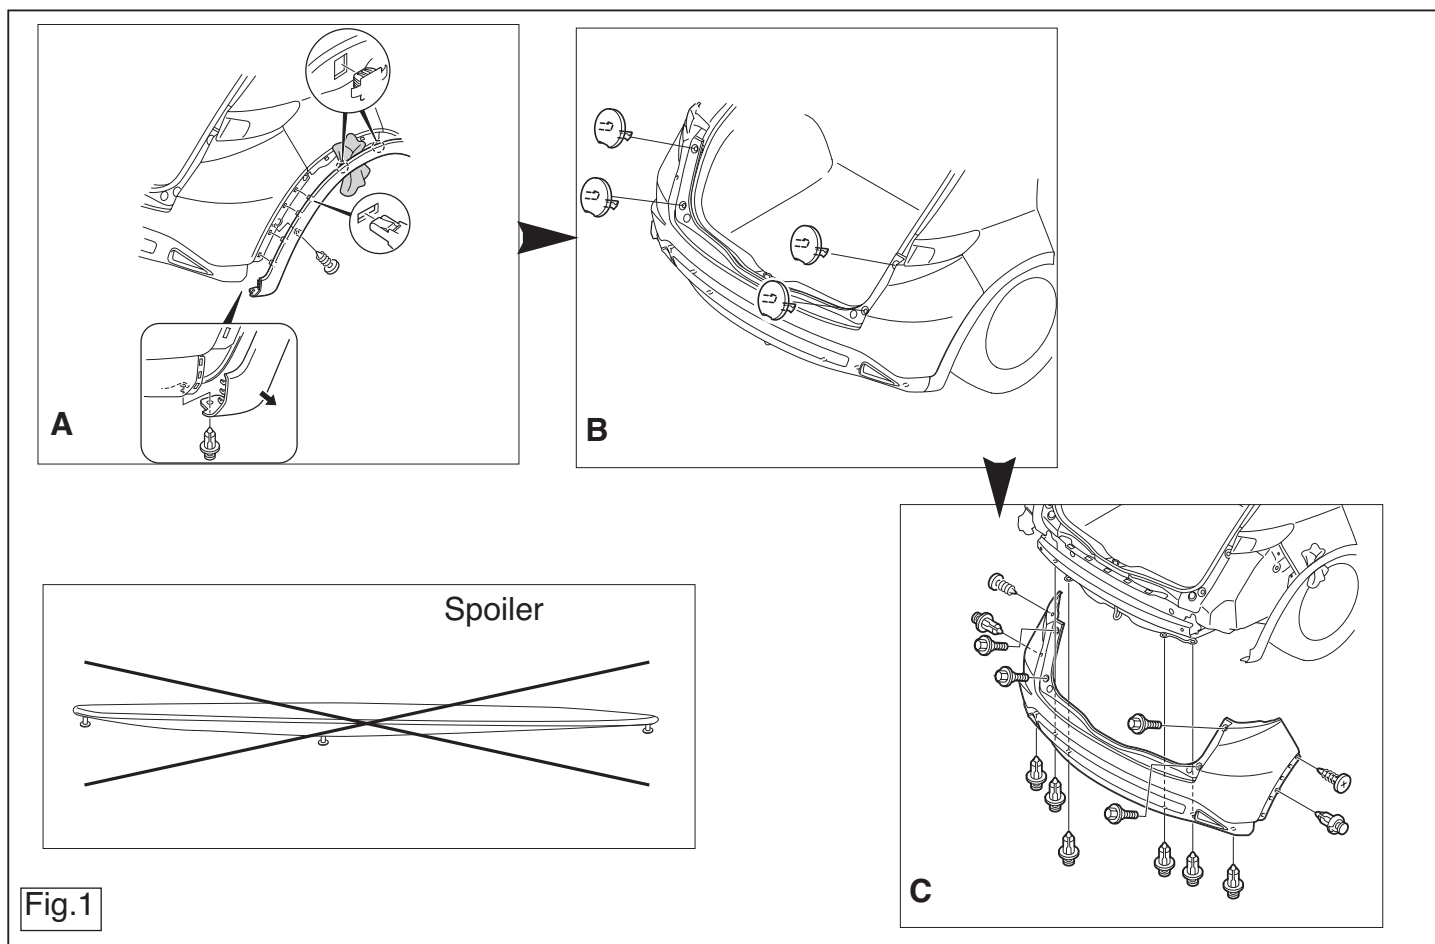

Fig.1
2. Die Stoßstange abmontieren. (Siehe Abbildung 1).
9. Die Stoßstange montieren. (Siehe Abbildung 1).
2. Démontez la pare-chocs. (Voir la figure 1).
9. Mettre en place le pare-chocs. (Voir la figure 1)
2. Demonter kofangeren. (Se fig1).
9. Monter kofangeren. (Se fig1).
2. Снять бампер. (См. рисунок 1).
9. Установить бампер. (См. рисунок 1).